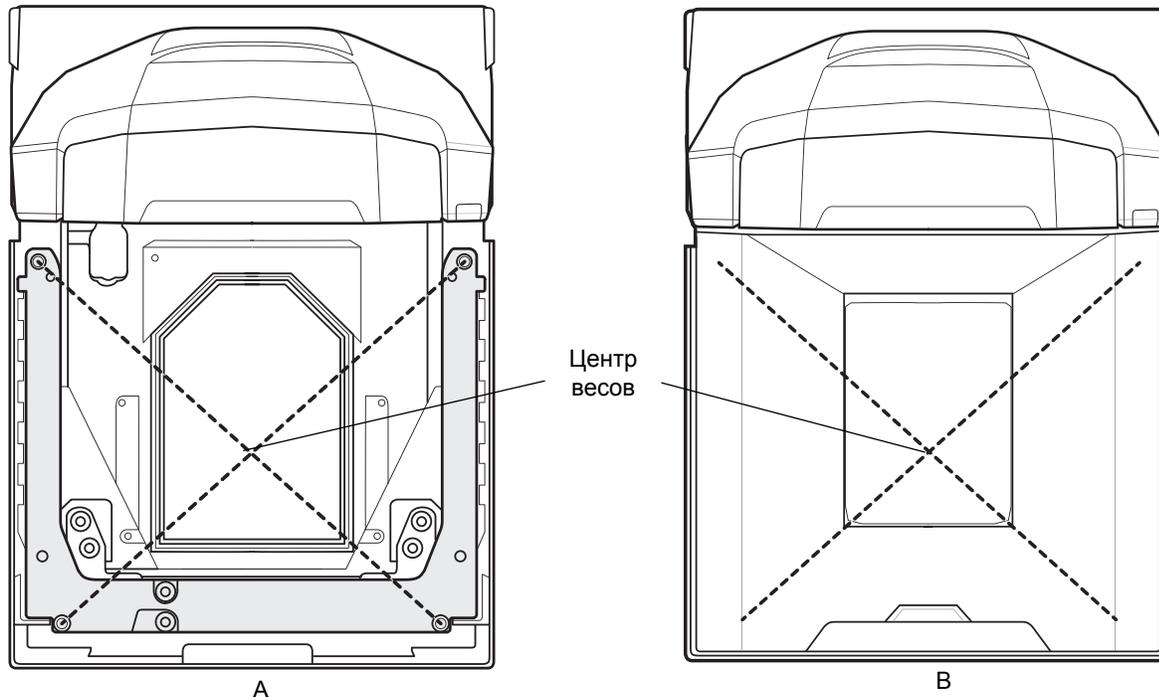

Рис. 4-2 (А) центр весов, (Б) центр весов с установленной платформой
1. Поместите на весы груз весом 25 фунтов или 11 кг, в зависимости от запрограммированных единиц измерения. В идеале гири следует сгруппировать в центре весов (*Рис. 4-2*).